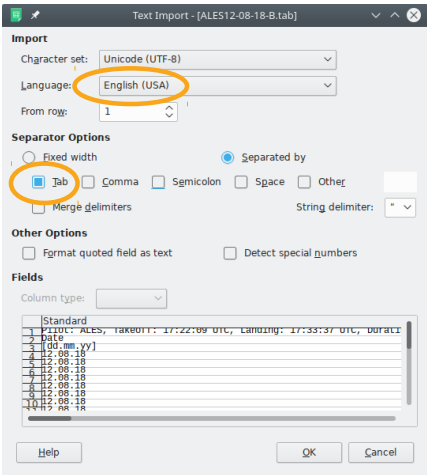

Figure 47: Ein Beispiel für ein Fenster zum Import von Calc-Text.
5. Calc erkennt, dass eine Textdatei importiert wird, und öffnet ein Fenster als gezeigt in Abbildung 47. Stellen Sie sicher, dass die Option *Tab* ausgewählt ist als Trennzeichen und *Englisch (USA)* als Sprache. Das stellt sicher Diese Dezimalwerte werden ordnungsgemäß importiert.